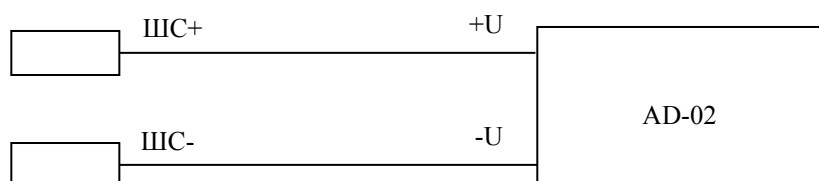

Рис.5.10.
5.4.25. Схема подключения к БУ адаптера AD02 для управления сильноточными исполнительными устройствами (28В/1А) приведена на рис. 5.10.